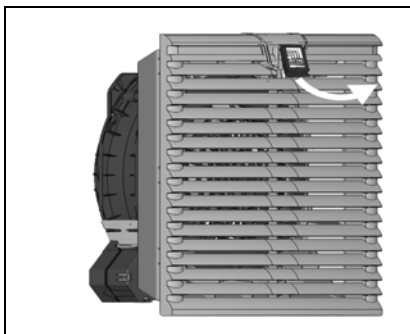

Рис. 6: Разблокировка решетки
- Сначала пальцами потяните логотип в решетки вверх (см. рис. 6).